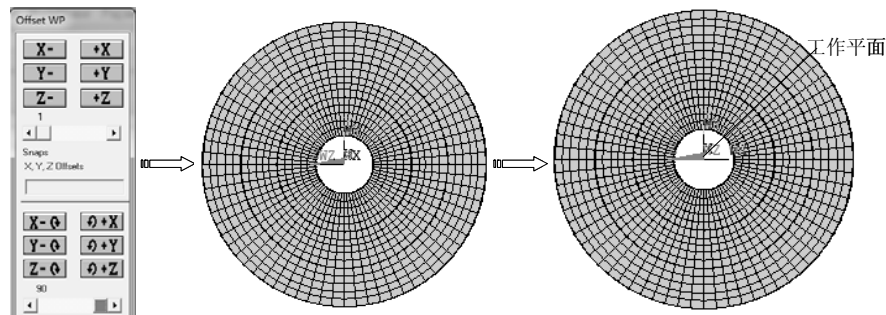

图 7-52 旋转工作平面
2) 选择 “Utility Menu>WorkPlane>Offset WP by Increments” 命令，弹出 “Offset WP” 对话框，拖动角度滚动条到 90，单击 **绕 X 轴** 按钮，使工作平面绕 Y 轴正向旋转 90°，如图 7-52 所示。